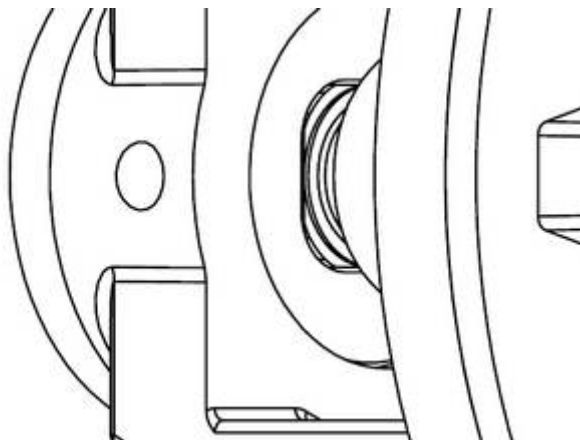

Abb. 13
5. Die plane Seite der stationären Dichtung mit der planen Seite des Gehäusefensters miteinander ausrichten. Drücken Sie die stationäre Dichtung vorsichtig in die Gehäuseöffnung (siehe Abb. 13).